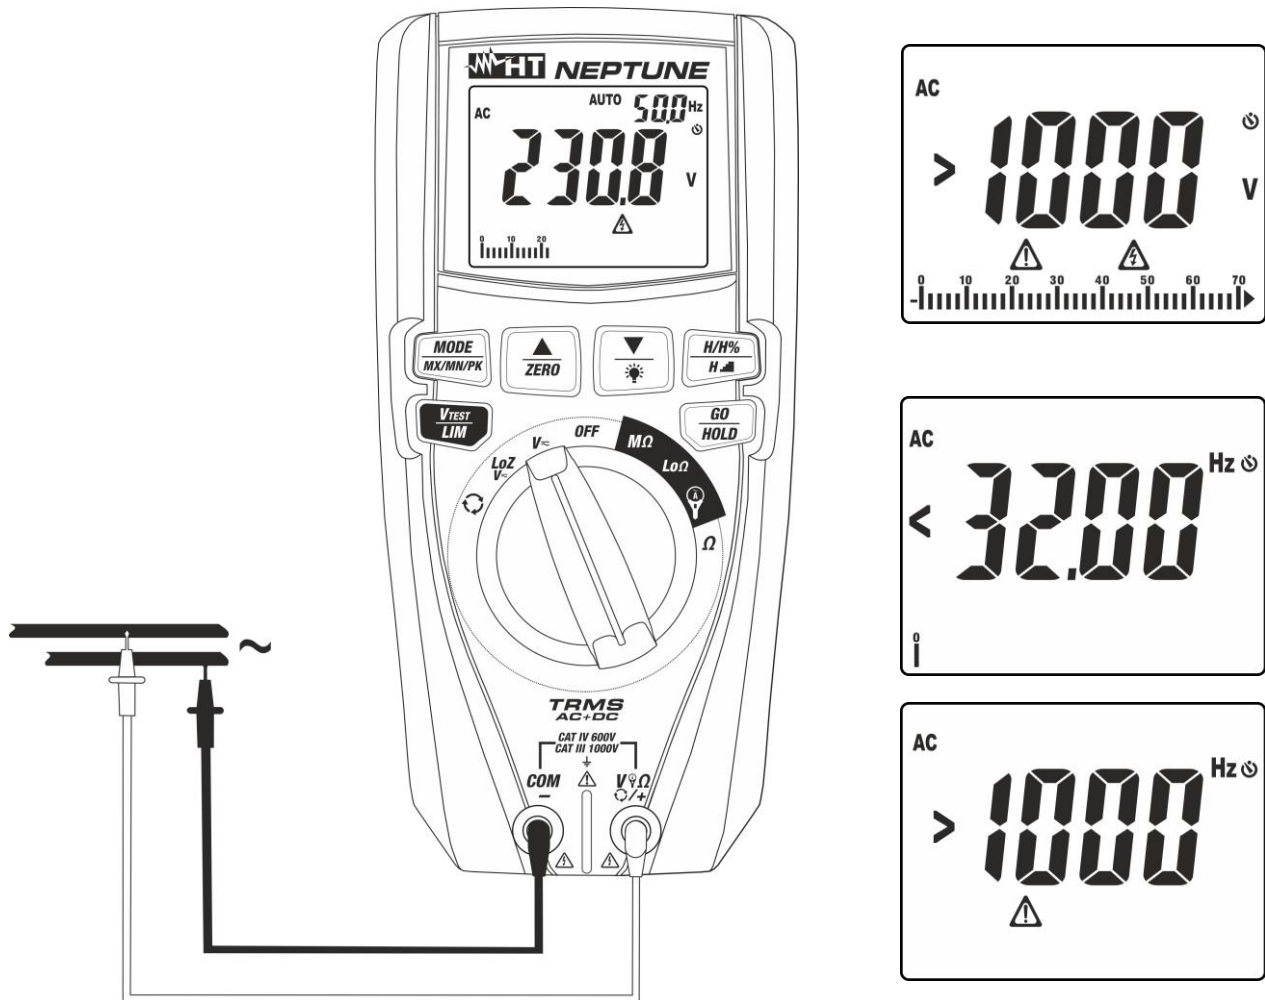

Fig. 7: Uso del instrumento para medida de Tensión CA
4. Posicione la punta roja y la punta negra respectivamente en los puntos del circuito en examen (ver la Fig. 7). El valor de la tensión se muestra en el visualizador. En la parte superior derecha del visualizador se muestra el valor de la frecuencia de la tensión. Pulse la tecla **MODE/MXMNPK** para visualizar el valor de la frecuencia con mayor resolución
5. Si en el visualizador se muestra el mensaje ">1000V" (ver la Fig. 7) se ha alcanzado el fondo escala del instrumento
6. Si en el visualizador se visualizan los mensajes "<32Hz" o ">1000Hz" (ver la Fig. 7) el valor de la frecuencia está fuera del intervalo de medida **32Hz ÷ 1000Hz**